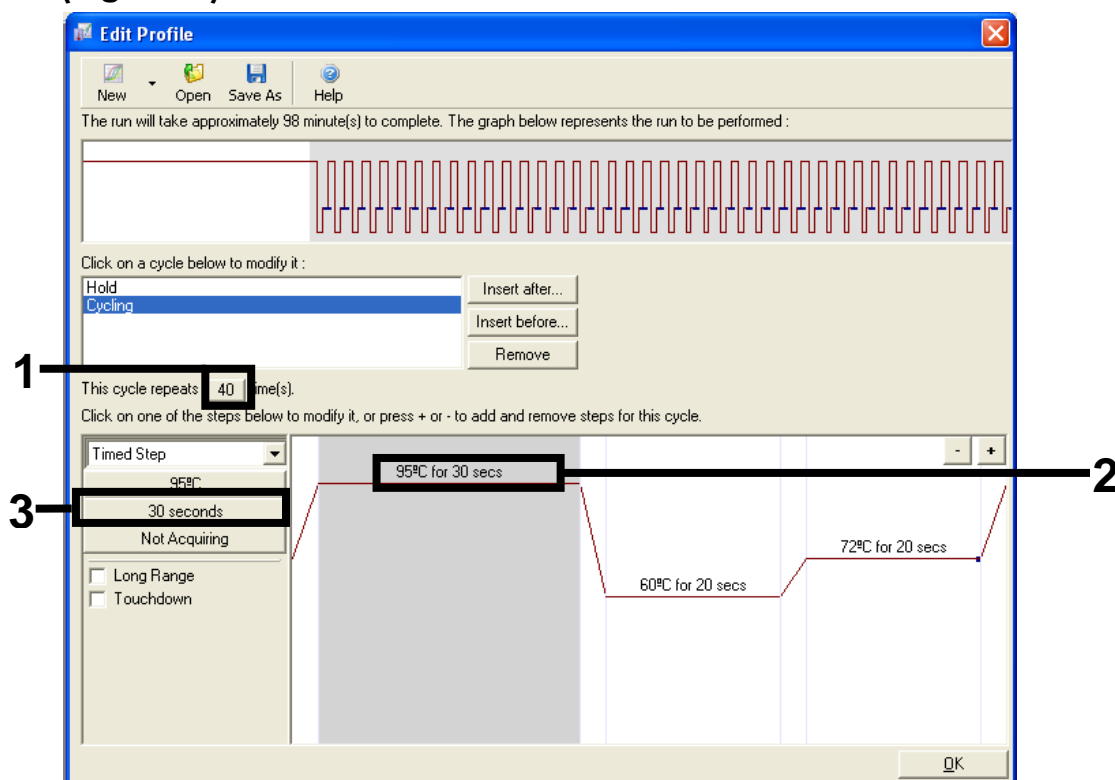

Figura 6. Fase di ciclaggio a 95°C.
9. Impostare 40 come numero di ripetizioni del ciclo. Selezionare il primo passaggio e impostare 95°C for 30 secs (95°C per 30 secondi) (Figura 6).